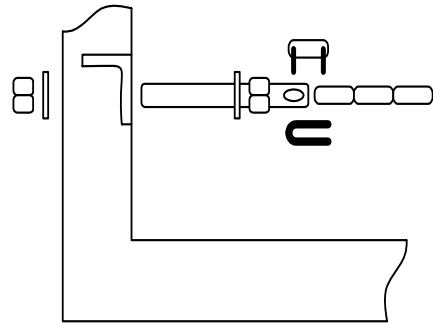

Figura 13
4. Sujeté la cadena a los pernos de cadena usando las conexiones maestros suministrados, y luego sujeté los pernos a los soportes de cadena usando el material suministrado (figura 13). Haga cualquier ajuste a la longitud de la cadena en este momento.